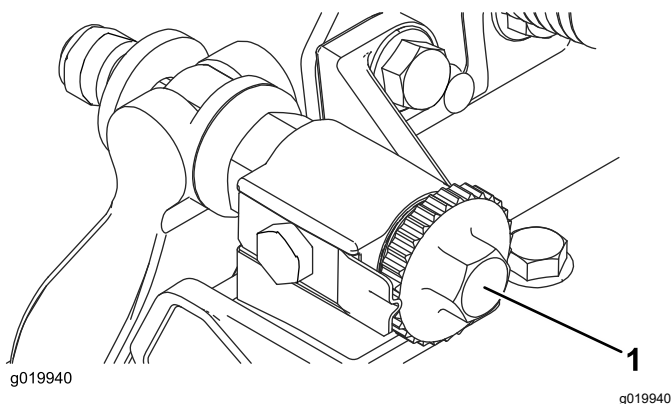

Рисунок 7
- А. поворачивайте регулировочные болты планки неподвижного ножа по часовой стрелке (**Рисунок 7**) по одному щелчку за раз до тех пор, пока не почувствуете или не услышите легкий контакт.